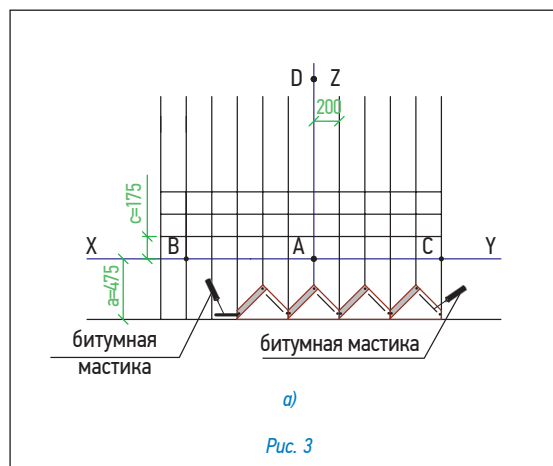

Рис. 3
Ендова (рис. 3)
- ровно по центру ендовы расстилается специальный рулонный материал «Аква-ролл», фиксируется в верхней части двумя гвоздями и обрезается в нижней части по линии карниза (рис. 3а);
2. «Аква-ролл» укладывается с нахлестом 20 см, место нахлеста тщательно обрабатывается битумной мастикой (рис. 3а).
- непосредственно перед укладкой в ендову черепицы, защитная пленка с лицевой стороны «Аква-ролл» снимается и на самоклеющуюся поверхность укладываются листы черепицы, обрезанные в соответствии с заранее отбитыми линиями (рис. 3б).
Внимание: 1. Необходимо также подрезать верхний уголок обрезанного края листа (см. рис. 3а) для правильного стока воды.
2. Крепление обрезанного листа к медной части «Аква-ролл» осуществляется при помощи сплошной полосы битумной мастики (рис. 3б).
4. В случае, если скоба «Компакт-клип» приходится на место обреза листа, можно либо обрезать накладку, оставив минимум 2 см в нижней части (рис. 3в), либо произвести укладку листов без использования накладки.
Укладка материала (рис. 3)
- укладка типовых элементов первого ряда начинается от линии AD, при этом элементы укладываются встык и их верхний угол выравнивается по линии XY (рис. 3б). Каждый элемент фиксируется тремя гвоздями — по центру вертикальных срезов и в верхнем углу на расстоянии 2 см от края;
Каждый типовой элемент крепится тремя гвоздями в штатных местах, в соответствии с рекомендациями, приведенными выше (рис. 3б).
- ровно по центру ендовы устанавливается профиль ендовы (медь 0,6 мм, развертка 67 см) (рис. 3а);